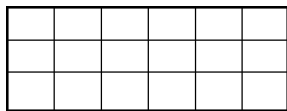

图 6-49 插入的标题栏空表格
② 单击“确定”按钮，在屏幕适当位置单击，指定表格的插入点，显示“文字编辑器”功能区上下文选项卡及“在位文字编辑器”，单击“关闭”按钮，关闭“文字编辑器”，暂时不填写文字。至此插入了一个3行6列的空表格，如图6-49所示。